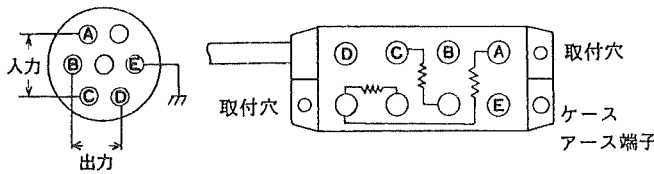

図 10
- 固定する場合には図10に示す取付穴を利用してビス止めします。
- ブリッジボックス（5370、5373、5379、5380形）のコネクタの結線は、図10に示すようにピン番号A、Cがブリッジ電源の供給で、B、Dが動ひずみ測定器への入力となります。Eはコモン端子です。